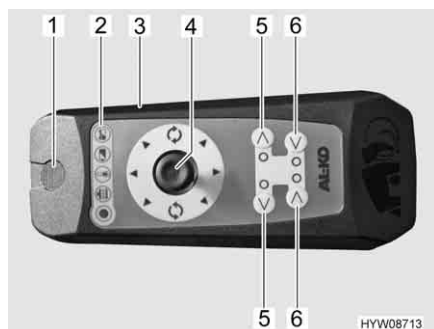

Fig. 9 Telecomando
Il caravan viene comandato tramite un joystick situato sul telecomando (Fig. 9). La seguente tabella descrive la funzione dei singoli elementi di comando/indicazione del telecomando:
- Spostare l'interruttore (Fig. 9,3) del telecomando su "ON". Il LED che indica lo stato di funzionamento (Fig. 9,2) lampeggia.
- Premere e tenere premuti entrambi i tasti di avvicinamento dei rulli di trasmissione alle ruote (Fig. 9,6).
- Tenere ancora premuti i tasti (Fig. 9,6) e posizionare la zona per lo sblocco di sicurezza (Fig. 9,1), collocata nella parte posteriore del telecomando, sull'interruttore di sblocco per 10 secondi. Il LED che indica lo stato di funzionamento (Fig. 9,2) rimane acceso.
- Quando i LED di avvicinamento dei rulli di trasmissione alle ruote (Fig. 9,6) lampeggiano: Rilasciare i tasti di avvicinamento dei rulli di trasmissione alle ruote (Fig. 9,6). Quando il sistema è pronto all'uso, i LED (Fig. 9,6) rimangono illuminati.
- Spostare il veicolo nella posizione desiderata con il joystick (Fig. 9,4). Il veicolo viene movimentato e frenato senza problemi.
- Sui due lati, ruotare i rulli di trasmissione retraendoli dai pneumatici. A tale scopo, premere entrambi i tasti appositi (Fig. 9,5) fino a quando il LED che indica lo stato di funzionamento (Fig. 9,2) inizia a lampeggiare. Il sistema risulta correttamente spento.
- Spostare l'interruttore a scorrimento (Fig. 9,3) del telecomando su "OFF".